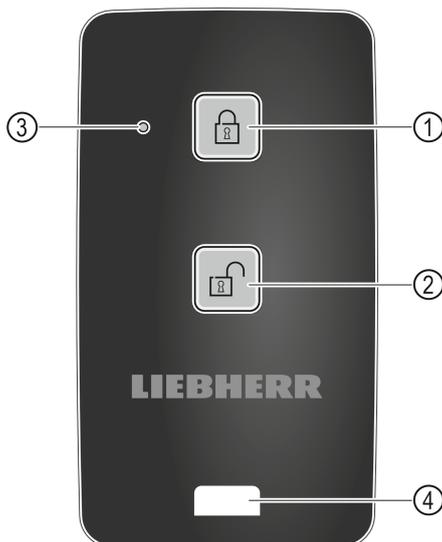

Fig. 165
- ▶ Taste Fig. 165 (1) auf der Fernbedienung drücken.
- ▶ Taste Fig. 165 (2) auf der Fernbedienung drücken.
- ▶ Status-LED Fig. 165 (3) gibt bei Tastendruck eine optische Rückmeldung.
- ▶ Öse Fig. 165 (4) zur Befestigung der Fernbedienung, zum Beispiel an einem Schlüsselbund.